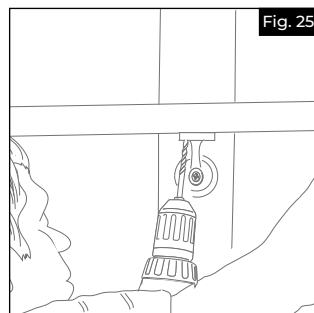

Fig. 25
- c. Après l'installation à sec de la main courante, percer des avant-trous dans la main courante au moyen d'une mèche de 13/64 po (5,2 mm), puis fixer la main courante au support à l'aide des attaches fournies (Fig. 25).